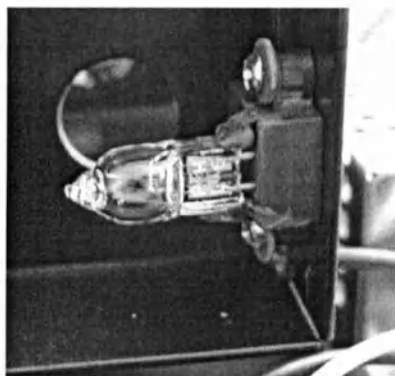

Рисунок 9 – Крепление галогенной лампы.
4. Через вентиляционное отверстие выньте лампу из держателя (рис. 9). Установите в гнезда держателя новую лампу и установите на место вентиляционную решетку и ее крышку.